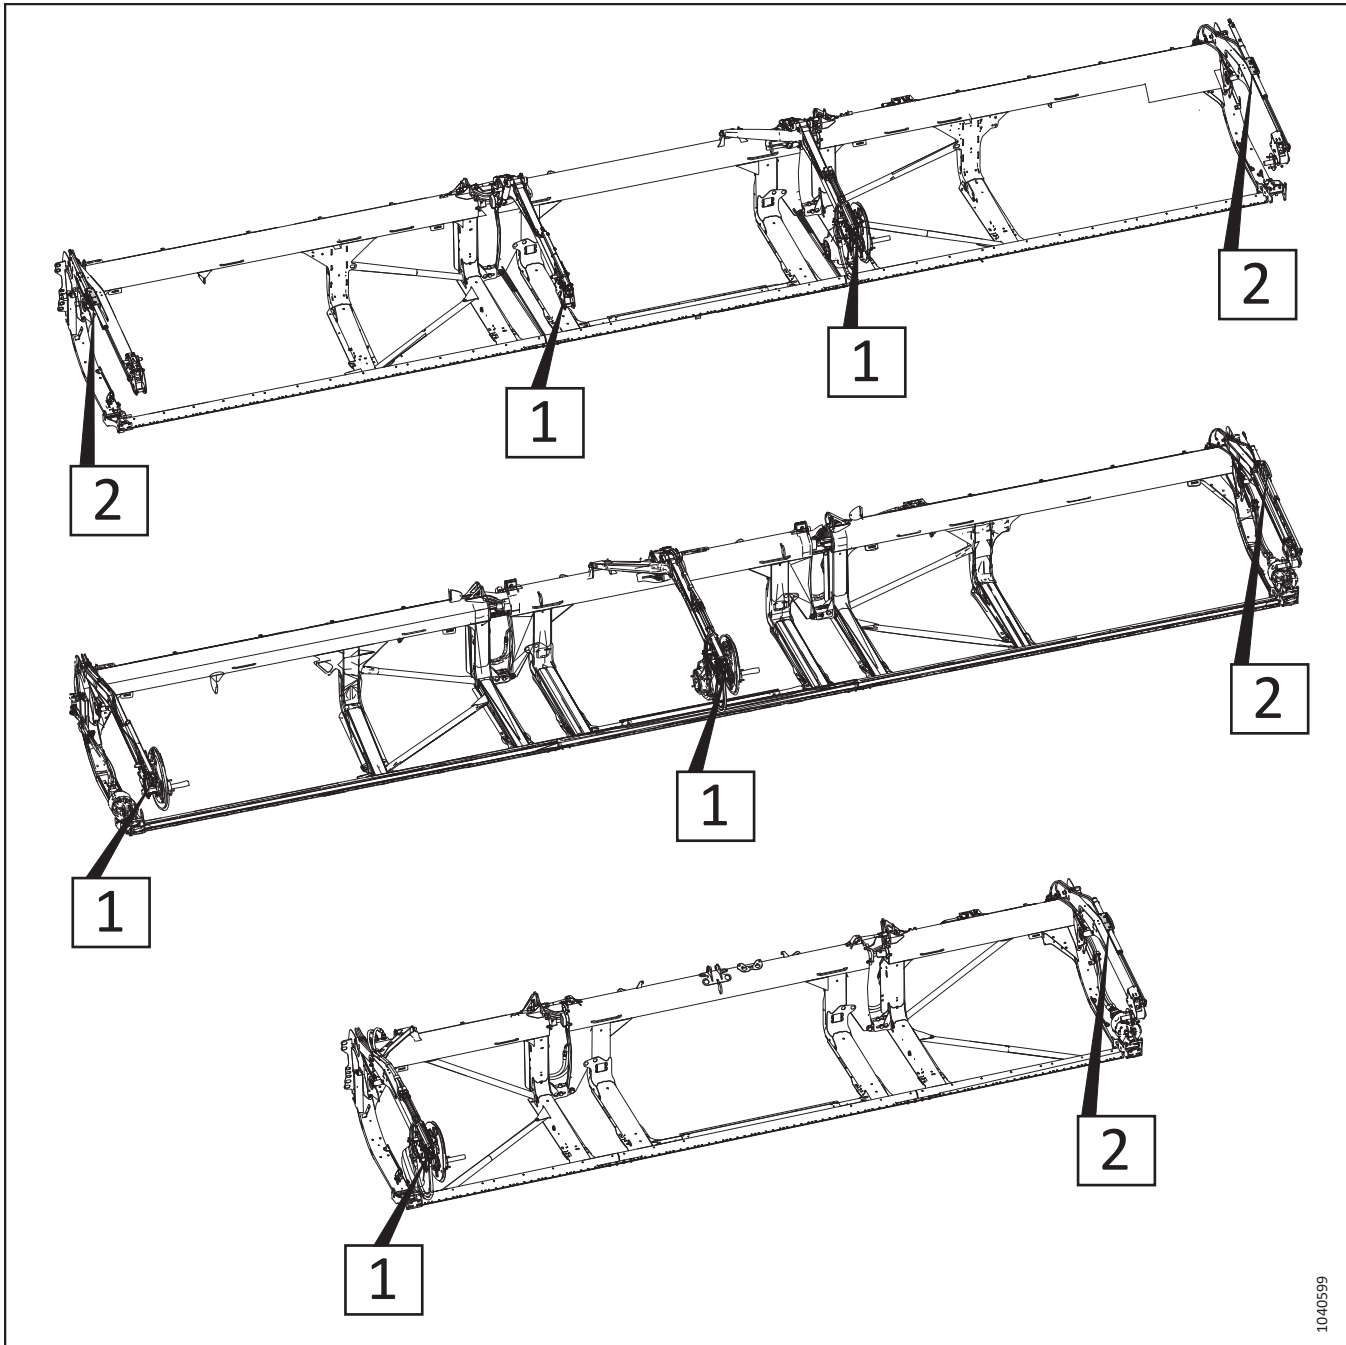

Figura 3.199: Cilindri față-spate reglabili – Numere de referință ale procedurii
6. Consultați Figura 3.199, *pagina 178* pentru a determina procedurile de reglare a cilindrului față-spate pentru tipul de heder. Numărul de pe ilustrație se referă la una dintre următoarele proceduri: